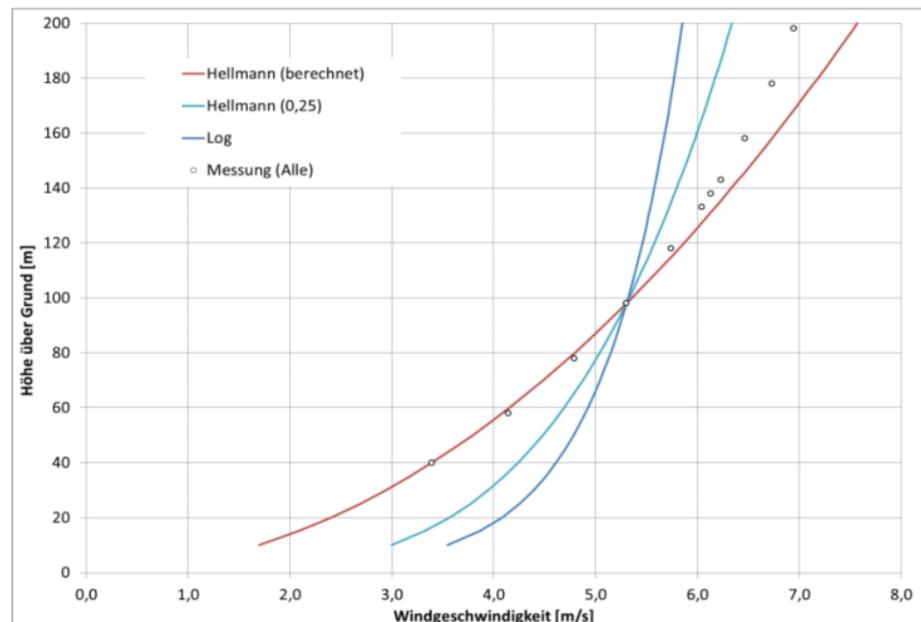

Bild 1 Zusammenhang von Höhe über dem Erdboden und Windgeschwindigkeit [8]
• Figure 1. European onshore Wind Atlas, wind potential distribution [3]